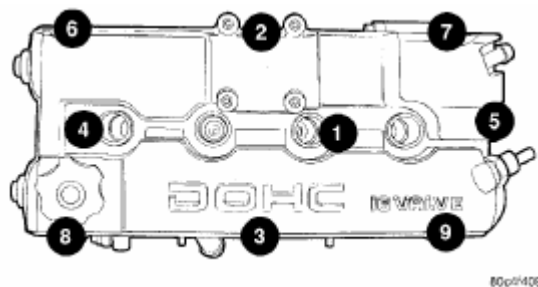

Рис. 25. Последовательность затяжки крышки головки блока (показана типовая крышка).
(4) Установить крышку головки блока на головку. Установить все болты так, чтобы два (2) болта с уплотнительными шайбами располагались в центральных частях крышки. Затянуть болты в указанной последовательности (Рис. 25).